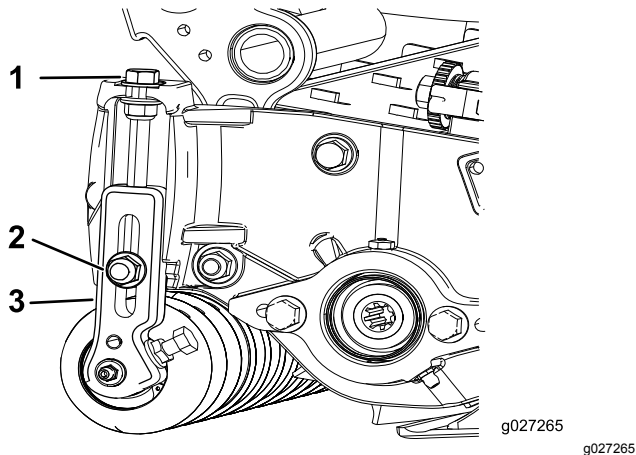

Figure 15
1. Desserrez les contre-écrous qui fixent les supports de hauteur de coupe aux plaques latérales de l'unité de coupe (**Figure 15**).